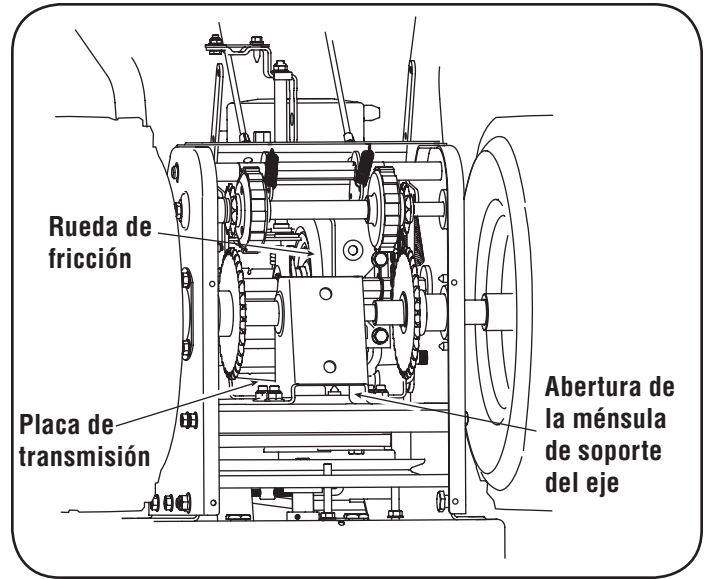

Figura 19
2. Ubique la abertura entre la ménsula de soporte del eje y el soporte del cuadro delantero (Vea la Figura 19). Mirando a través de esta abertura, tras soltar el control de la transmisión, debe existir una separación de entre la rueda de fricción y la placa de la transmisión en todas las posiciones de la palanca de cambios.
3. Con el control de la transmisión engranado, la rueda de fricción debe hacer contacto con la placa de la transmisión. Vea la Figura 19.